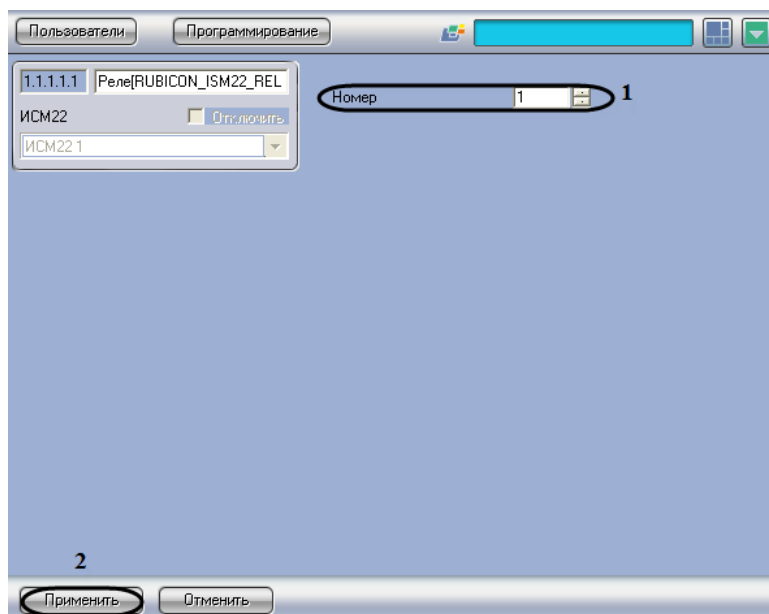

Рис. 3.5—18 Панель настроек объекта Реле
2. В поле **Номер** необходимо с помощью кнопок **вверх-вниз** ввести порядковый номер в списке устройств (см. Рис. 3.5—18, 1).
3. Для сохранения внесенных изменений необходимо нажать кнопку **Применить** (см. Рис. 3.5—18, 2).